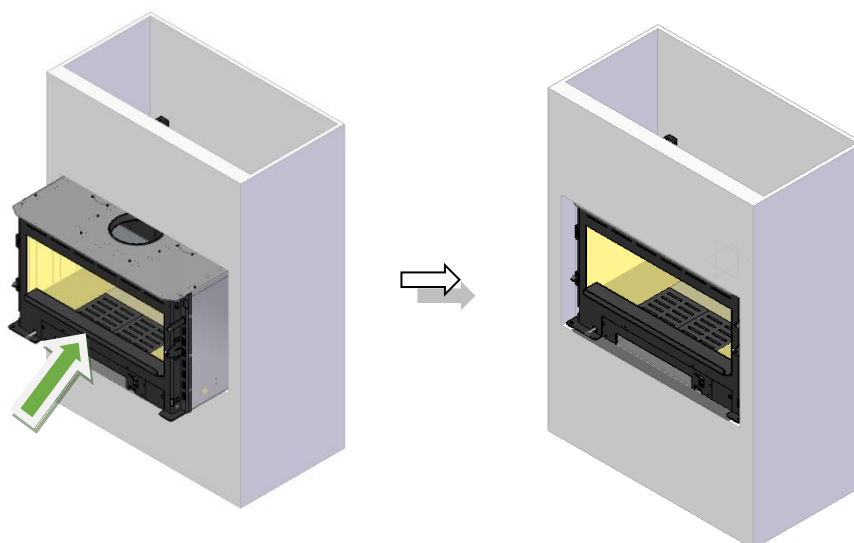

Figura 13 – Colocación del equipo en el sitio
10. A continuación, puede insertar el equipo en su lugar, como se muestra en la Figura 13.